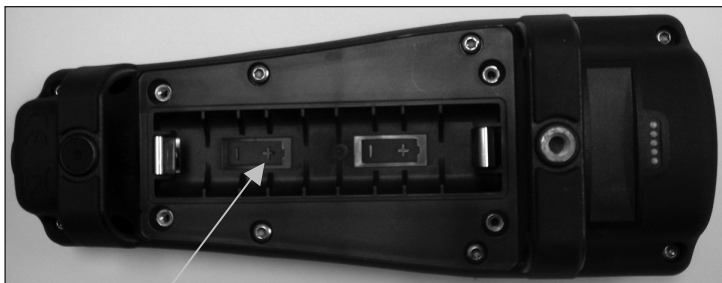

Figura 1. Instrumento Pro1020 com a tampa do compartimento das pilhas removida. Observe os símbolos das pilhas indicando as polaridades correctas.
4. Instale as novas pilhas, assegurando o alinhamento correcto da polaridade (Figura 1).